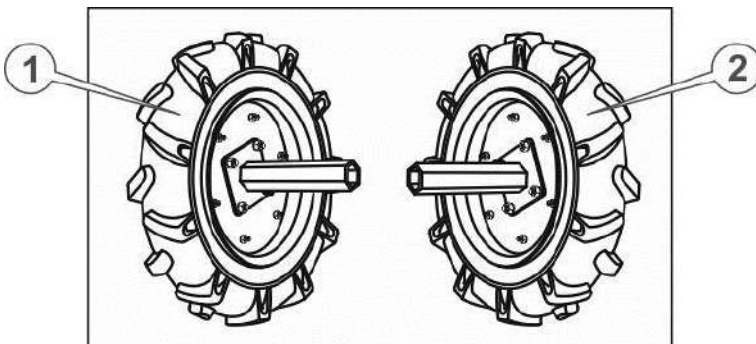

Рисунок 3. Маточини з колесами
4. Приєднати маточини коліс до колісних дисків за допомогою болтів, надійно затягнути всі з'єднання на колесах (див. рис. 3.). При цьому необхідно пам'ятати, що на колеса встановлені пневматичні шини з направленим малюнком протектора типу «ялинка». Встановлювати колеса необхідно таким чином, щоб при погляді на мотоблок зверху «вістря» цієї «ялинки» були спрямовані вперед, крім того вентиля для накачування камер повинні перебувати з зовнішнього боку колеса.